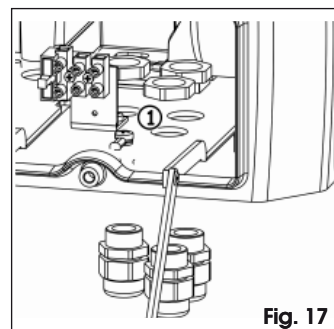

Fig. 17
3. Montare i tre pressacavi in dotazione nei rispettivi fori presenti sotto il corpo motore Fig. 17 rif. ①, rispettando l'orientamento di Fig. 17.